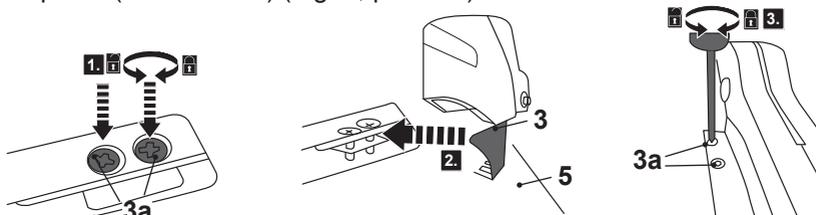

Fig. 1
1. Solte ligeiramente os dois parafusos pré-montados (3a) no sentido anti horário com uma chave de fendas apropriada (não fornecida), mãos não os remova (Fig. 1, step 1).
2. Deslize as duas ranhuras do pé de suporte da faca para fender (3) em torno dos dois parafusos de fixação (3a). O pé de suporte da faca para fender (3) deve ficar entre as duas superfícies da placa (Fig. 1, passo 2). Inclinar a mesa de trabalho (5) pode facilitar esta tarefa.
3. Aperte dos dois parafusos (3a) no sentido horário com uma chave de fendas adequada (não incluída) (Fig. 1, passo 3).